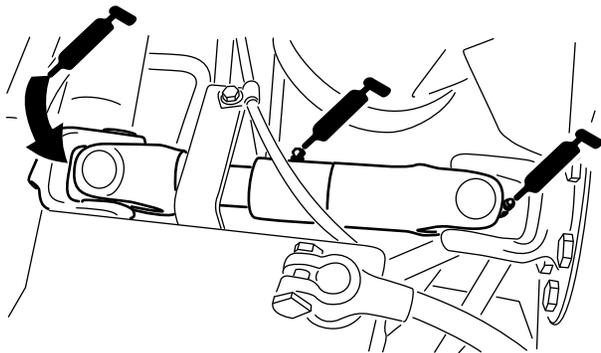

Figura 53
- Giunto ad U del semiassie fra motore e pompa (3) (Figura 53)